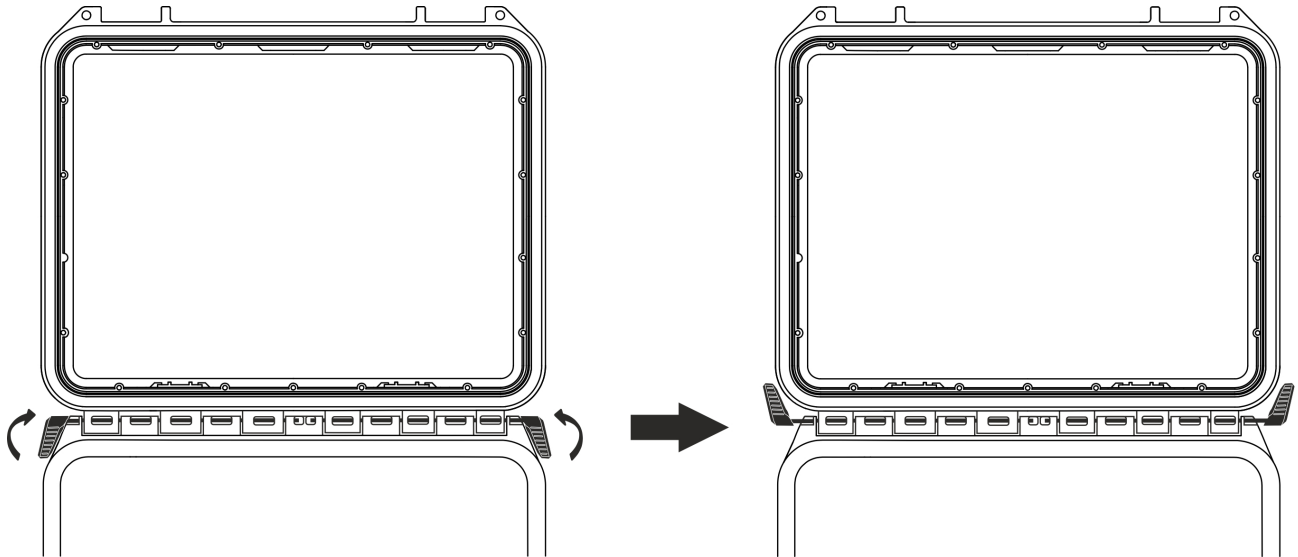

Abb. 5: Entfernen des Instrumente-Kofferdeckels – Schritt 1
1. Öffnen Sie den Koffer und drehen Sie die beiden Verriegelungstifte wie in der folgenden Abb. 5